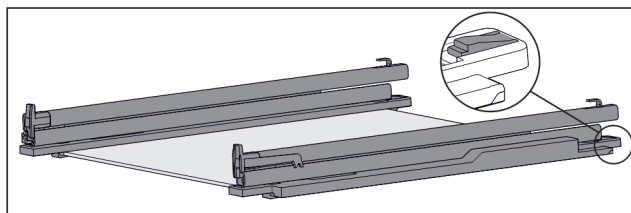

Fig. 219 Pllaka e xhamit me shinat dhe pjesët mbajtëse
- Shtypni për poshtë pjesën mbajtëse në pjesën prapa (shihni Fig. 219) dhe në të njëjtën kohë shtyni shinën për nga pas.